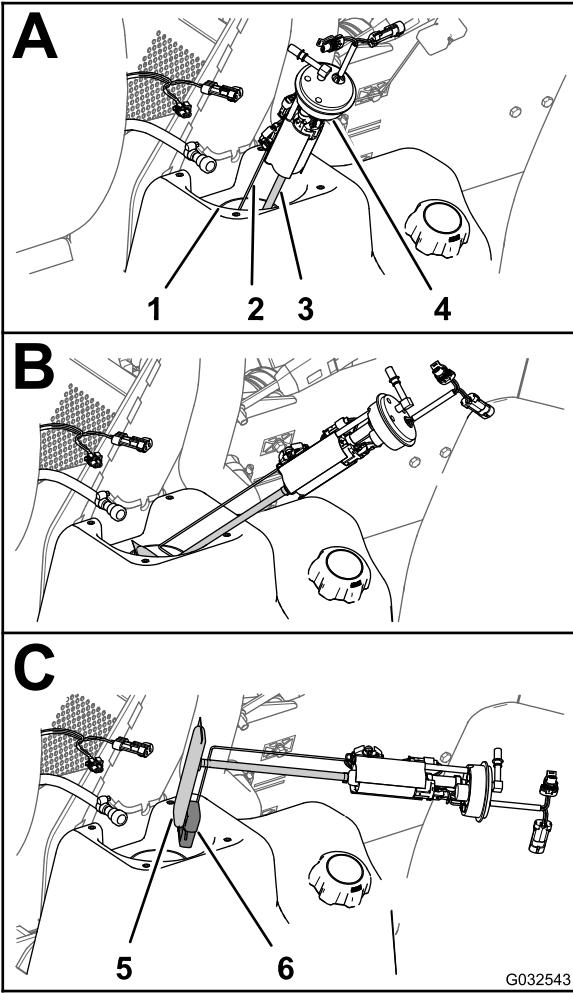
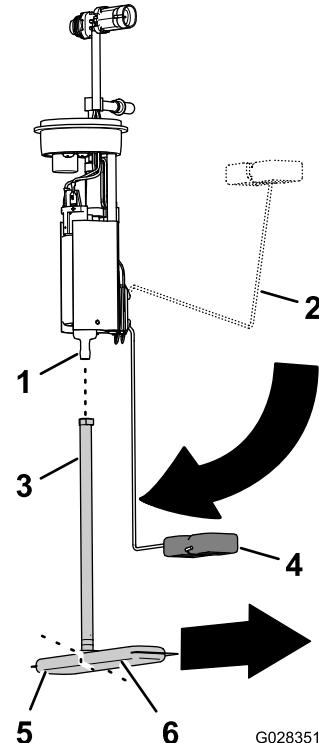

Figure 87
Figure 88
4. Soulevez et tournez avec précaution la pompe à carburant/transmetteur pour l'extraire du goulot du réservoir de carburant (Figure 87).
- Détachez du raccord de la pompe à carburant le tube d'aspiration du filtre à carburant (Figure 88).
- Alignez le tube d'aspiration du nouveau filtre à carburant et le raccord de la pompe à carburant (Figure 88).
- Alignez la longue patte du filtre à carburant sur le flotteur quand le bras du flotteur à la position vide (Figure 88).
- Insérez le raccord de la pompe à carburant dans le tube d'aspiration jusqu'à ce que le raccord soit parfaitement engagé (Figure 88).
1. Soutenez le bras de flotteur et le tube d'aspiration ensemble, et glissez le flotteur et le filtre à carburant dans l'ouverture du réservoir de carburant (Figure 87).
2. Insérez la pompe à carburant/transmetteur dans le goulot du réservoir (Figure 87 et Figure 88).
3. Placez l'écrou et le joint par dessus la pompe à carburant/transmetteur et sur le goulot du réservoir de carburant, et serrez l'écrou à la main (Figure 87).
4. Branchez le raccord du flexible de carburant au raccord de la pompe à carburant (Figure 87).
5. Rebranchez le connecteur à 2 douilles du faisceau de la machine au connecteur à 2 broches de la pompe à carburant/transmetteur; rebranchez le connecteur à 2 broches du faisceau de la machine au connecteur à 2 broches de la pompe à carburant/transmetteur (Figure 87).